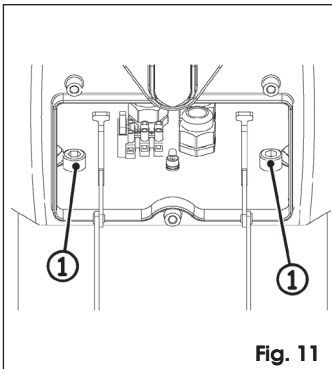

Fig. 11
4. Open opnieuw de centrale ruimte en draai de twee schroeven vast, Fig. 11 ref. ①.